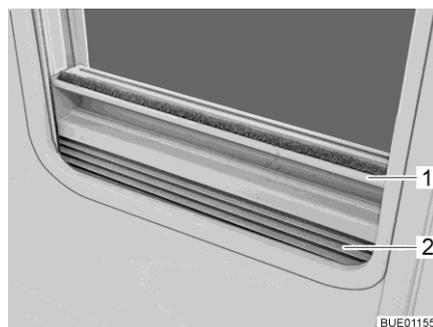

Fig. 58 Dispositif occultant plissé
- Saisir le dispositif occultant plissé (Fig. 58,2) par le centre de la barre-poignée (Fig. 58,1), le tirer du bas vers le haut et le relâcher à la hauteur voulue. Le dispositif occultant plissé reste alors à cette hauteur.